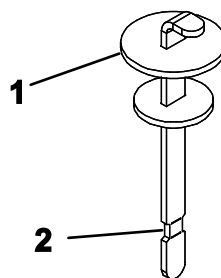

図 20
4. 補給口の首からディップスティックを抜き、ウェスできれいに拭く。もう一度首に差し込んで引き抜き、オイルの量を点検する。ディップスティックのマークまであれば適正である 図 20。